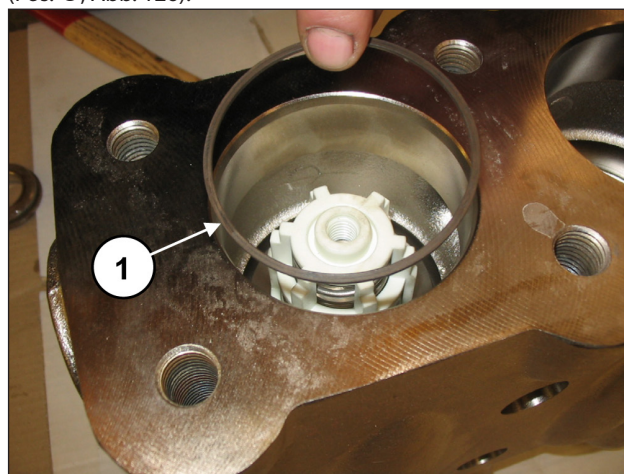

Abb. 126
Setzen Sie den Stützring ein, Pos. 16 Explosionszeichnung (Pos. ①, Abb. 126).